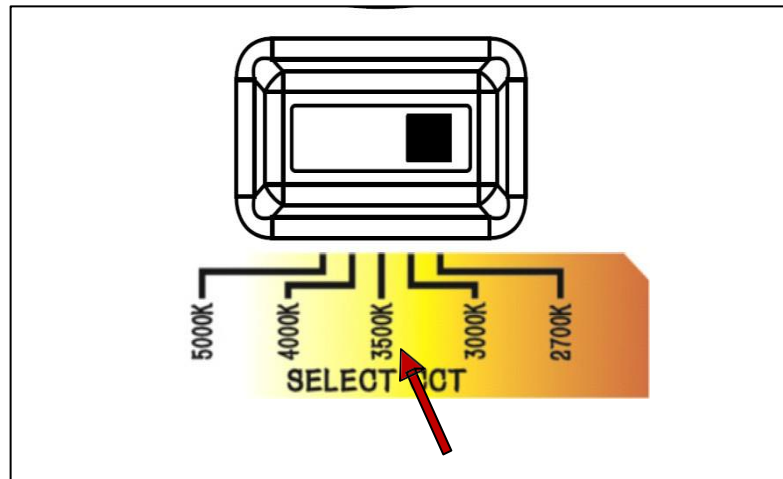
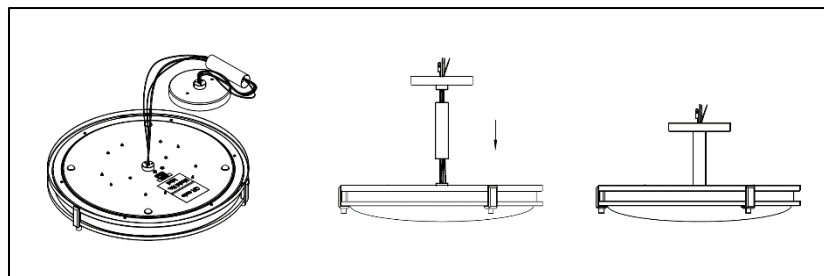

Figure 3
Figure 4
3. Avant l'installation : À l'arrière du luminaire, trouvez l'interrupteur pour sélectionner la température de couleur. Choisissez votre réglage : Positionnez le commutateur sur la température de couleur LED souhaitée : 2700K (doux) ; 3000K (chaud) ; 3500K (neutre) ; 4000K (froid) ; 5000K (lumière du jour). illustré à la Figure 3. Assemblez la tige de montage semi-affleurante à l'arrière du luminaire en la tournant dans le sens des aiguilles d'une montre jusqu'à ce qu'elle soit complètement serrée, puis assemblez le couvercle de l'auvent à la tige en tournant l'auvent dans le sens des aiguilles d'une montre jusqu'à ce qu'il soit complètement serré. (voir Figure 4)